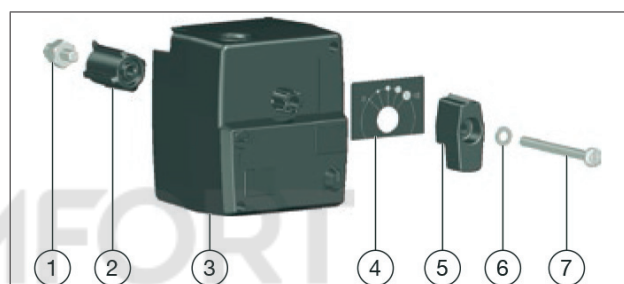
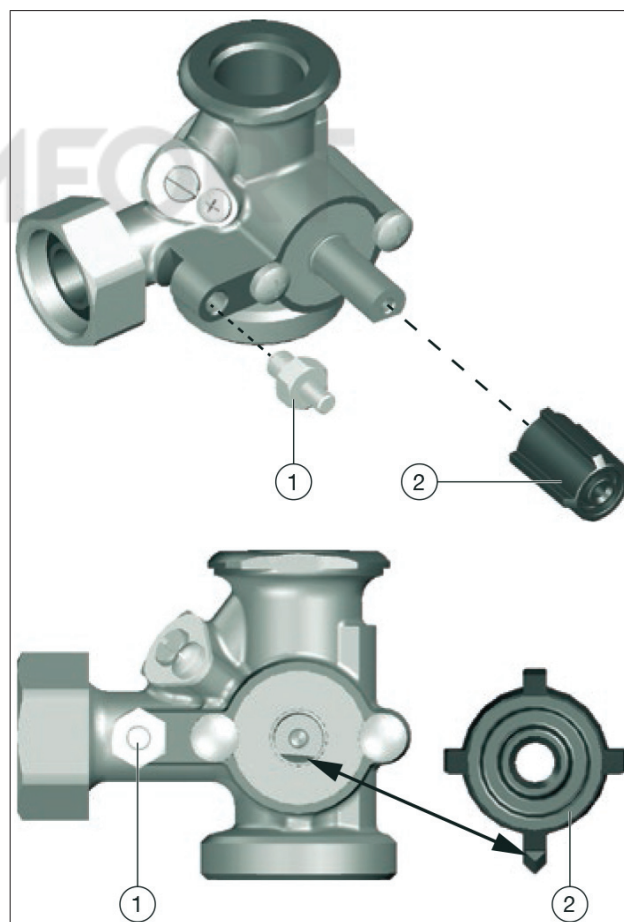
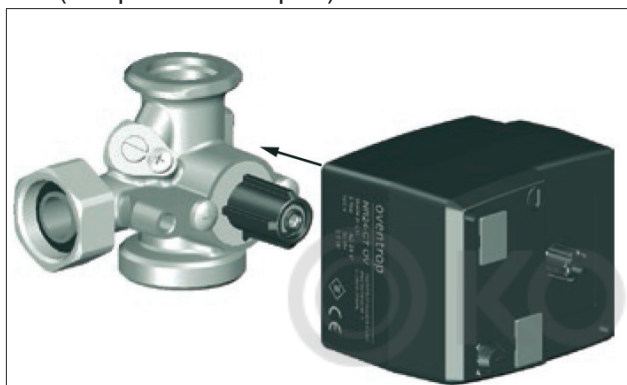

Рис. 1: Сервомотор с функцией поддержания температуры
Рис. 3: Установка
Рис. 4: Установить сервомотор
1. Проверьте положение вентильной вставки смесителя. Ее плоская сторона должна указывать вниз и быть выровнена по горизонтали (см. рис. 3 на стр. 9).
2. Прилагаемый к сервомотору адаптер (поз. 2, рис. 1 на стр. 7) надеть на вентильную вставку смесителя. Убедитесь, что заострение ребра адаптера направлено вниз (см. рис. 3 на стр. 9).
3. Стопор вращения (поз. 1, рис. 1 на стр. 7) закрутить на корпусе смесителя (см. рис. 3 на стр. 9).
4. Надеть сервомотор (поз. 3, рис. 1 на стр. 7) на адаптер (см. рис. 4 на стр. 10).
5. Смонтировать указатель направления вращения, поворотную рукоятку, стопорную шайбу и винт (поз. 4, 5, 6 и 7 рис. 1 на стр. 7) (см. рис. 5 на стр. 10).